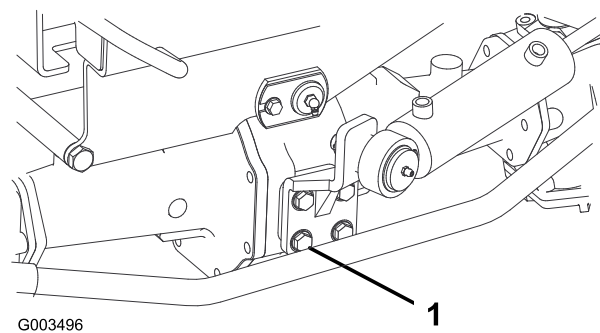

Figura 67
2. Apriete los 4 pernos del soporte del cilindro de dirección (**Figura 67**) a 65–81 N·m.